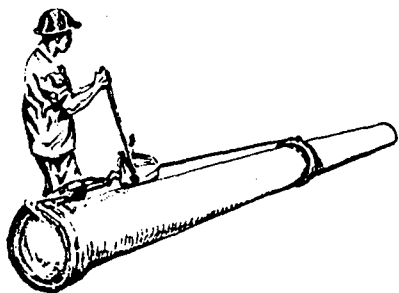

FIG. 4
4.º Passo – Acople os tubos usando tirfor e alavanca para alinhar (fig. 4).